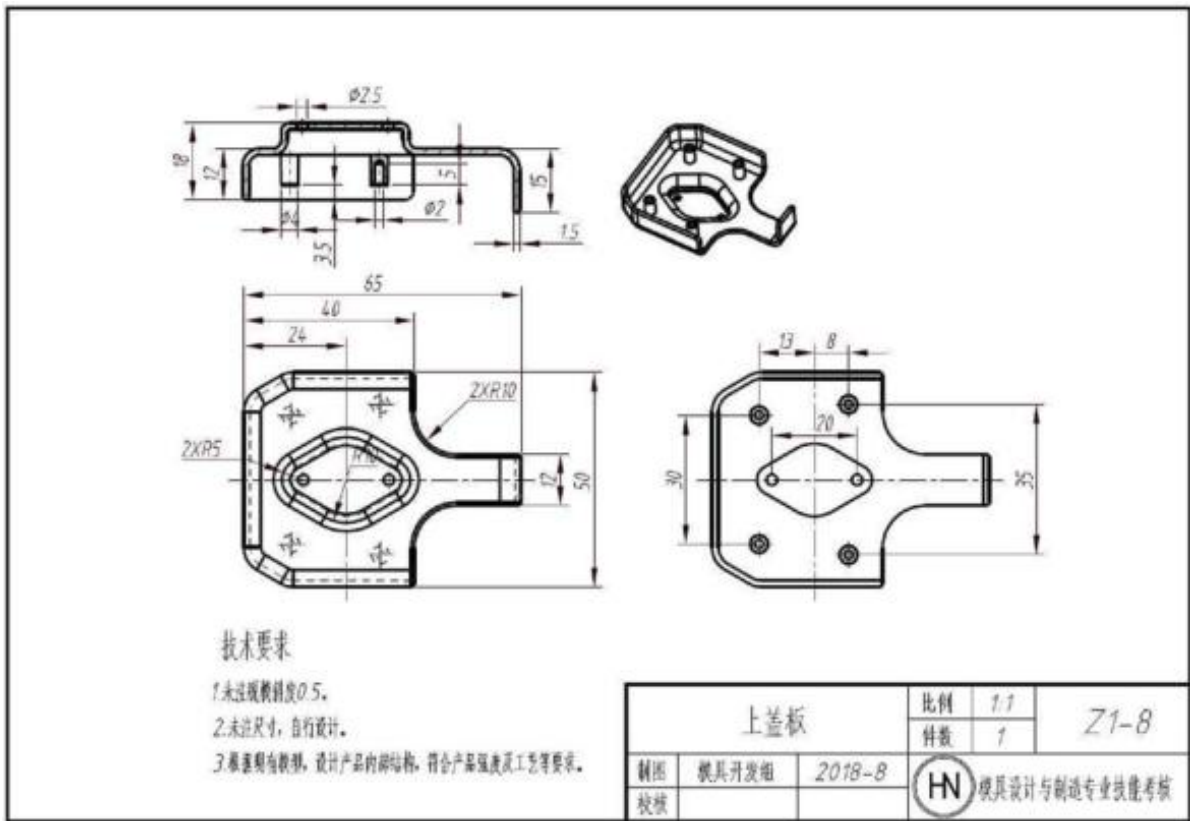

图 Z1-8 上盖板-2
按照图 Z1-8 的要求，对上盖板-2 进行产品造型、结构设计与 3D 打印。
- (1) 在 F 盘下建立考生文件夹，文件夹名称为“场次-工位号-3DDY”，产品设计与 3D 打印的结果文件均保存于此文件夹中，否则计零分；
- (2) 根据图 Z1-8，使用 CAD 软件完成产品的三维建模；
- (3) 进行产品改进设计：设计加强筋，在合适部位设计凸起的“3D 打印”文字标志，使产品符合强度及工艺性等要求。设计的产品模型以文件名“Z1-8”保存在考生文件夹中；
- (4) 将产品三维模型转换为 3D 打印机可识别的格式，保存在考生文件夹中；
- (5) 正确载入模型，调整到最佳位置；
- (6) 合理设置与调整打印参数，充分考虑材料的利用率；
- (7) 正确操作 3D 打印机，完成模型打印；
- (8) 对打印的零件进行后处理（含去支撑、粘接等），不能对产品零有损伤；
- (9) 产品材料：ABS。